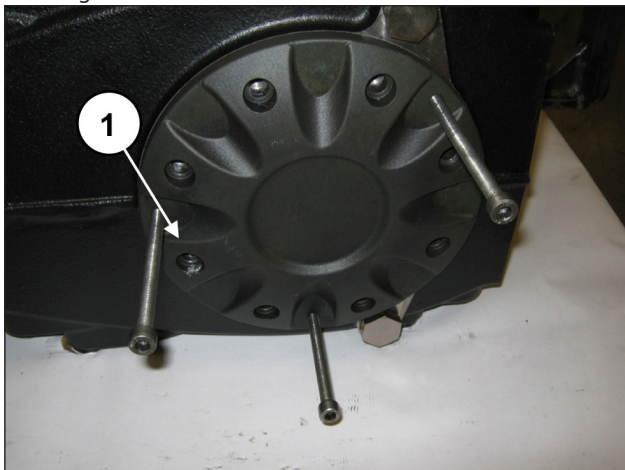

Abb. 28
Drehen Sie 3 Stiftschrauben oder Gewindeschrauben M8 (Pos. ①, Abb. 28) als Abzieher in die entsprechenden Bohrungen ein